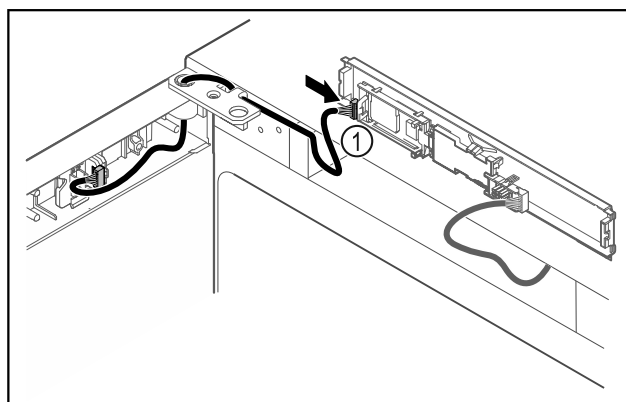

Fig. 49
- Aseta pistoke Fig. 49 (1) levyyn.